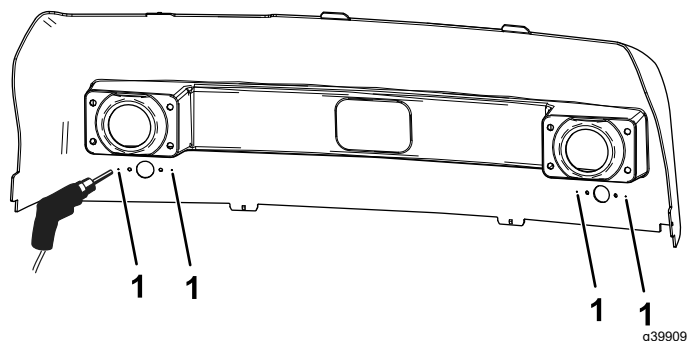

Figure 22
2. À l'intérieur du capot, localisez les 4 points près des trous des clignotants et percez des trous de 6 mm de diamètre, comme montré à la Figure 22.